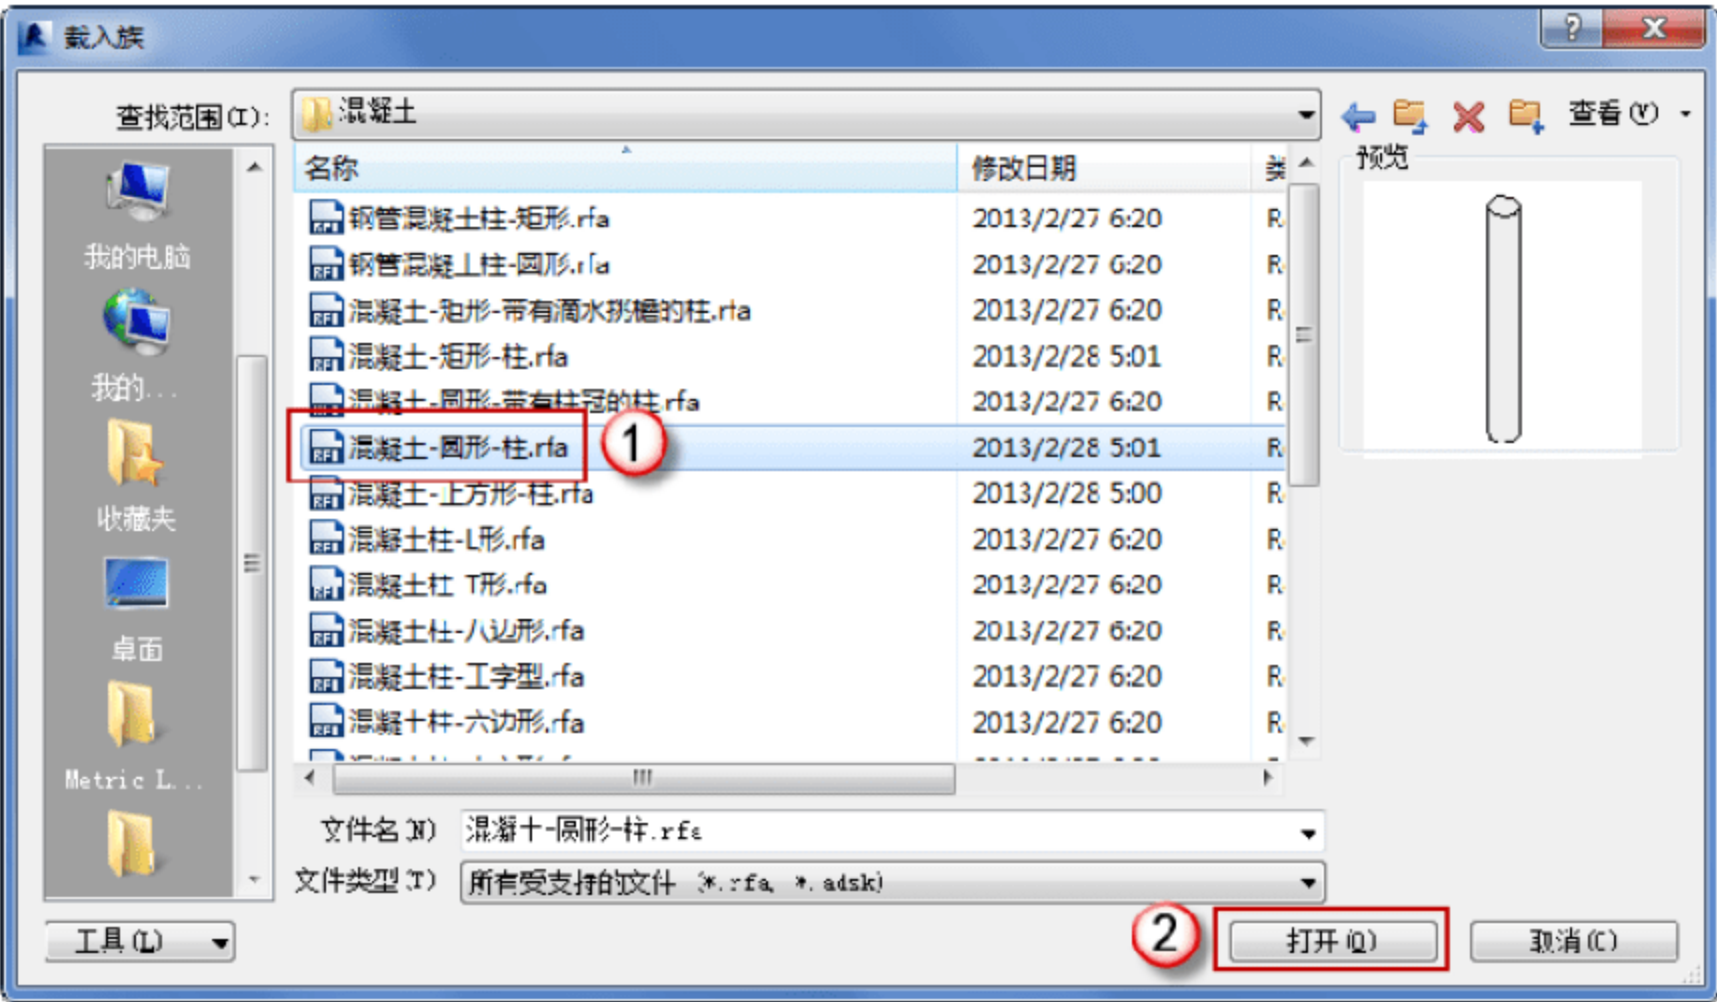

图 4.1.26 载入族
(2) 载入圆形柱的系统族。选择“插入”→“载入族”命令，在弹出的“载入族”对话框中选择“混凝土-圆形-柱.rfa”族文件，如图 4.1.26 所示。